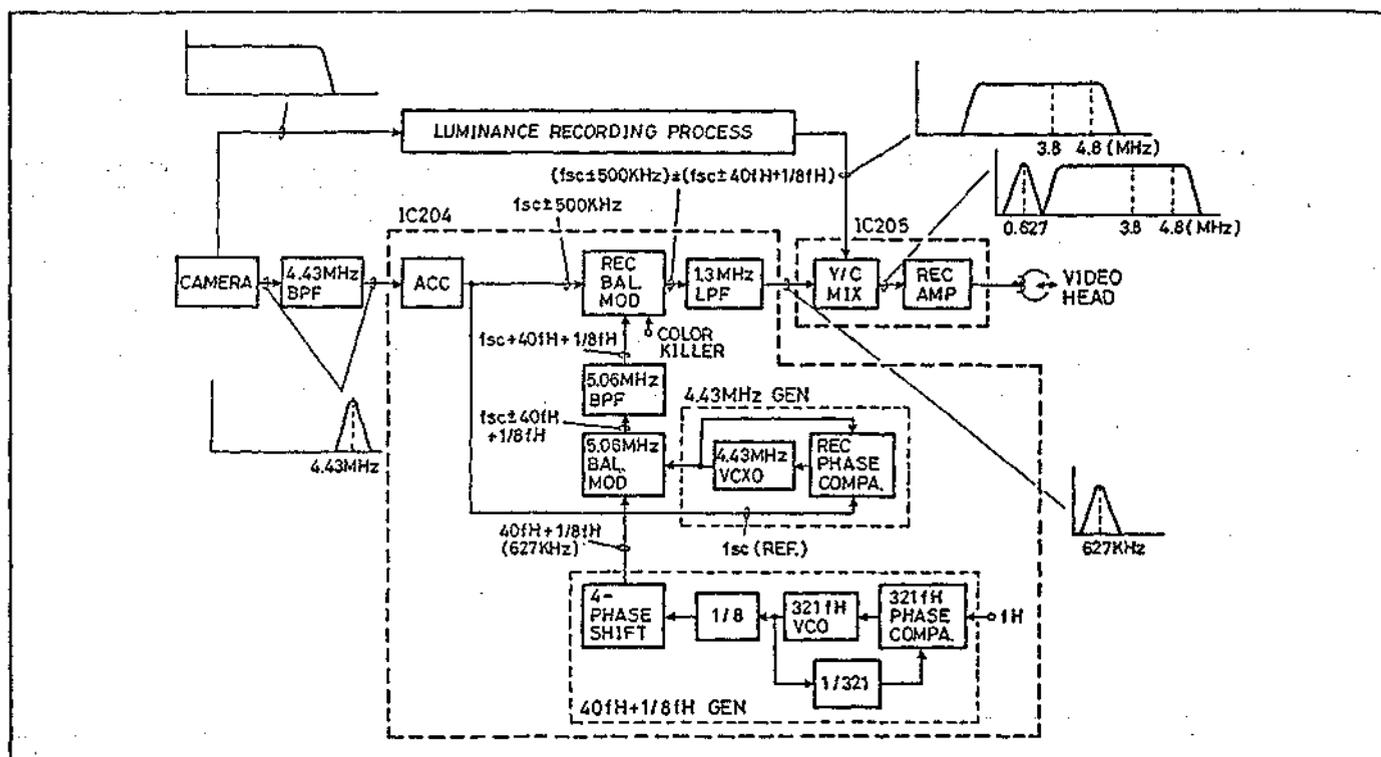

Abb. 5-14 Chromasignal-Aufnahmeprozess
4. Chromasignal-Aufnahme-Schaltkreis (Abb. 5-14 bis 5-18)
4-1 Schaltkreis-Konfiguration (Abb. 5-14)